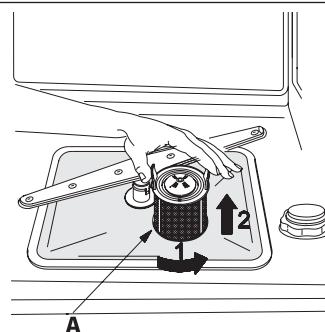
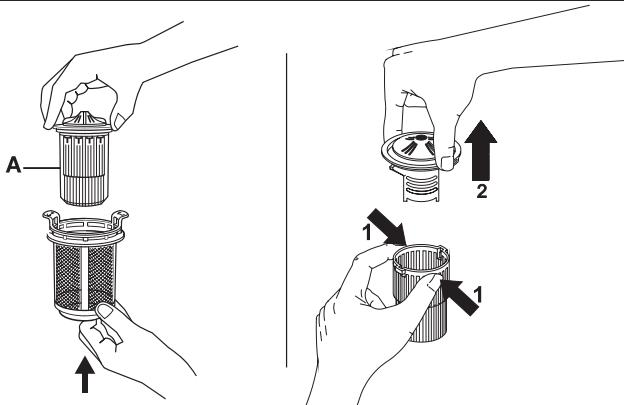

Fig. 6-04
Fig. 6-05
- Controle periódicamente el grupo filtrante (ref. A fig. 6-04) y, si fuese necesario, límpielo bajo el agua corriente (a temperatura ambiente), utilizando un cepillo duro. Para sacarlo de su lugar, tome entre los dedos las lengüetas, gire en sentido antihorario y levante tirando hacia arriba;
- empuje desde abajo el filtro central (ref. A fig. 6-05) para separarlo del microfiltro;
- separe las dos partes que componen el filtro central de plástico empujando el cuerpo del filtro hacia la zona indicada por las flechas presentes en el mismo (ref. B fig. 6-05);
- una vez efectuada la limpieza vuelva a instalar el grupo filtrante, uniendo las dos partes que componen el filtro central ejerciendo una ligera presión para permitir el encaje; introduzca el filtro central en el interior del microfiltro (véase la fig. 6-05). Vuelva a instalar el grupo filtrante (ref. A fig. 6-04) en su lugar, girándolo en sentido horario para permitir su bloqueo.